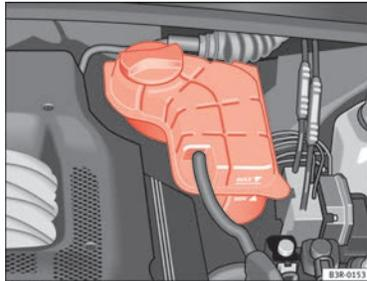

Fig. 173 Compartimento del motor: Depósito del líquido refrigerante
- Verifique el nivel del líquido refrigerante en el depósito de expansión del líquido refrigerante ⇒ fig. 173. Estando el motor frío, el nivel debe estar entre las marcas “min” y “max”. Con el motor caliente, el nivel también puede estar un poco por encima de la marca “max”.
- Ponga un paño sobre el tapón del depósito de expansión del líquido refrigerante ⇒ fig. 173 y desenrosquelo **con cuidado** girando hacia la izquierda ⇒ ⚠.